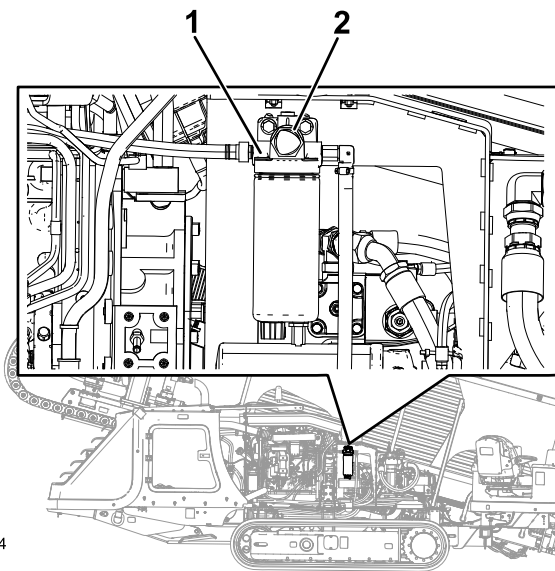

**Bild 98**
6. Suchen Sie die VORFÜLLTASTE oben am Filteradapter für den Hauptkraftstofffilter (Bild 98).
7. Drücken Sie mehrmals auf die VORFÜLLTASTE, bis Sie einen Widerstand spüren, wenn Sie die VORFÜLLTASTE drücken (Bild 98).
3. Legen Sie saubere Lappen unter den Hauptkraftstofffilter (Bild 98).
4. Lösen Sie die Schlauchklemmen und schließen Sie den Hauptkraftstofffilter von den Kraftstoffschläuchen ab (Bild 98).
6. Schieben Sie die Schläuche auf das Schlauchanschlussstück des Hauptkraftstofffilters und ziehen die Schlauchklemmen an (Bild 98).